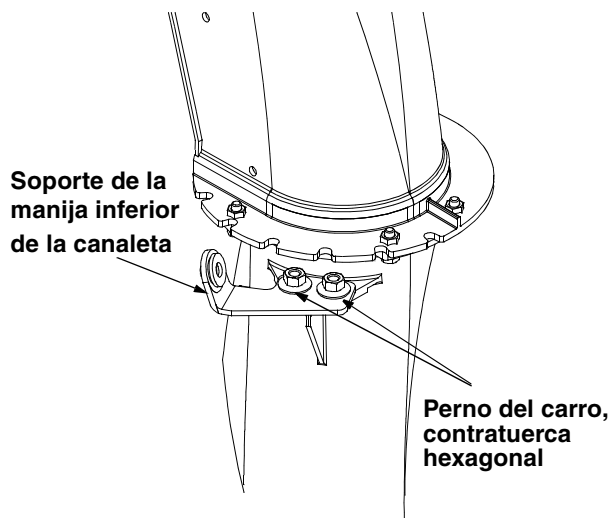

Figura 6
- Usted puede tener que aflojar los pernos del carro y las contratuerca hexagonales que aseguran el soporte inferior de la manija de la canaleta a la prolongación del lado izquierdo del conjunto de la canaleta. Vea la Figura 6.